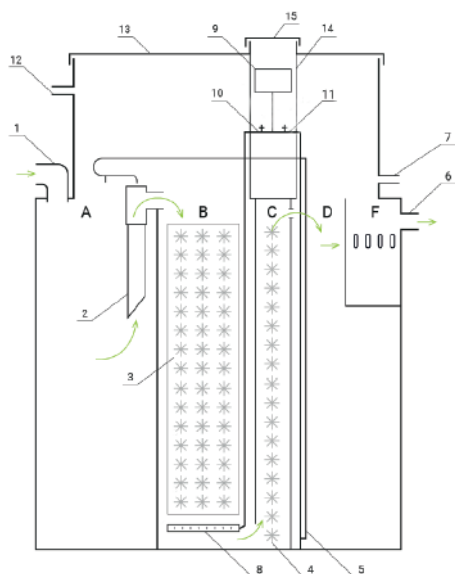

Рисунок 2. Общая схема камер станции
Работа станции заключается в многоступенчатой системе очистки сточных вод. В основе работы лежит механическая, аэробная и анаэробная системы. Сточные воды поступают в станцию через отверстие (1 рис. 2, 3) и попадают в приемную (септическую) камеру (А рис. 2, 3). В приемной камере происходит отстаивание стоков.
Затем стоки поступают в биореактор аэробный (рис. 2, 3) через переливной фильтр (2 рис. 2, 3). В биореакторе аэробном происходит процесс окисления сточных вод микроорганизмами, закрепившимися на ершовой загрузке (3 рис. 2, 3). Из аэробного биореактора вода с илом поступает в анаэробный отсек-денитрификатор где проходит доочистку от нитратов.
Пройдя механическую, аэробную и анаэробную очистку, стоки поступают во вторичный отстойник (D рис. 2, 3), в котором происходит разделение иловой смеси. При разделении активный ил оседает на дне камеры. Часть его перемещается аэролифтом (5 рис. 2, 3) в приемную камеру.
Из вторичного отстойника очищенные стоки поступают в третичный отстойник (F рис. 2, 3). Из третичного отстойника очищенная вода отводится в дренажную систему или водоток. В зависимости от принципа отведения, самотечный или принудительный, у станции имеются: вывод самотечный (6 рис. 2, 3) и принудительный (7 рис. 2).
Горловина станции оснащена крышкой (13 рис. 2), с вентиляционным грибком (15 рис. 2).
Отводящий трубопровод проложить аналогично подводящему трубопроводу, с уклоном от станции. Если сброс принудительный, то необходимо установить дренажный насос, соединив его с принудительным выводом (7 рис. 2), заглушив самотечный (6 рис. 2, 3), электричество, для питания дренажного насоса, подводится через ввод электрического кабеля (12 рис. 2).
При размещении компрессора в корпусе станции электрический кабель ввести через патрубок (12 рис. 2).
- заполнить камеры В, С, D станции водой до уровня выхода (6 рис. 2);
- вентиль аэратора (10 рис. 2) открыть до положения, при котором наблюдается среднее бурление воды;
- вентиль аэролифта (11 рис. 2) открыть до положения, при котором расход воды аэролифта составляет не более 1 литра в минуту.
Не допускается слишком активное и/или незначительное бурление в камере (В рис. 2, 3), т.к. нарушается оптимальный режим жизнедеятельности аэробных бактерий, из-за избытка или недостатка кислорода.
При повышенной нагрузке, избыточный ил, накапливающийся во вторичном отстойнике (D рис. 2, 3) рекомендуется (раз в 6 месяцев) перекачивать в приемную камеру (A рис. 2, 3) с помощью системы аэролифта (5 рис. 2, 3) до светлой воды.
Для этого необходимо открыть вентиль аэролифта (11 рис. 2) полностью, а вентиль (10 рис. 2) системы аэрации закрыть, после перекачки вернуть краны в исходное положение.